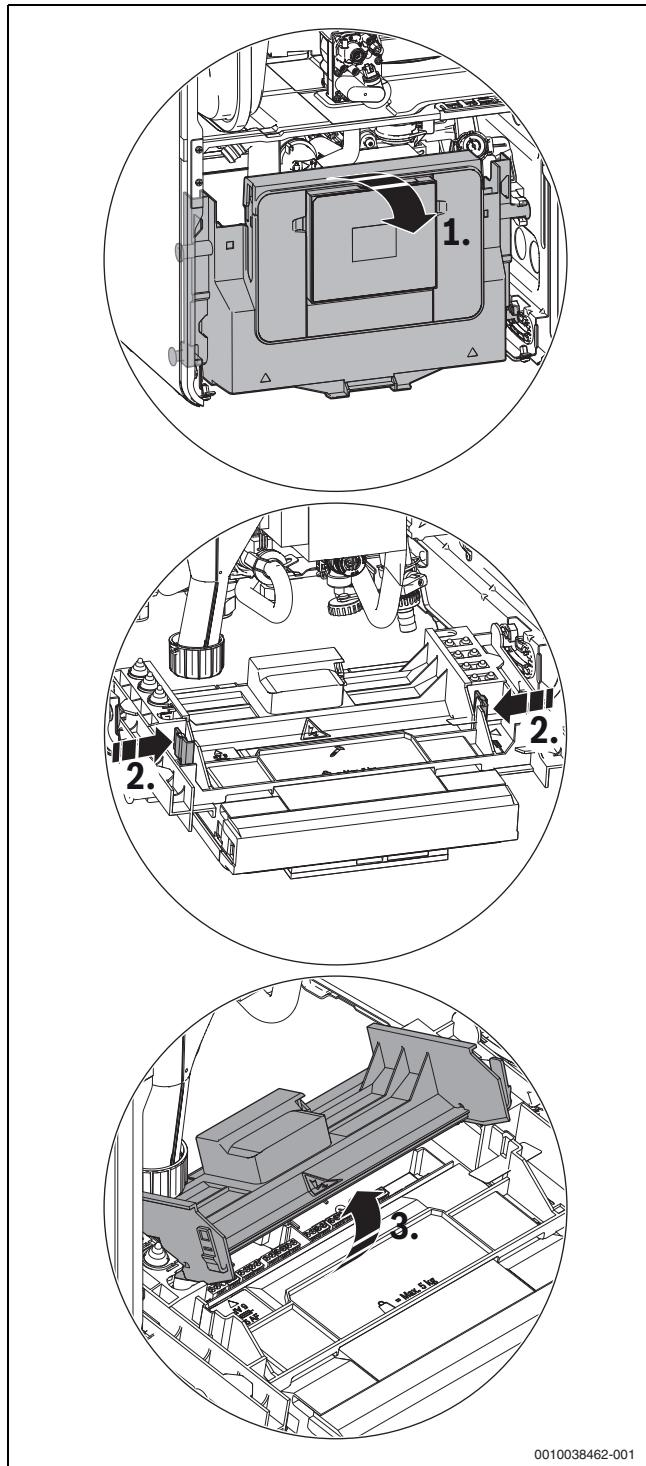

Рис. 44 Открывание пластиковой крышки
- ▶ Откиньте блок управления вниз (→ рис. 44).